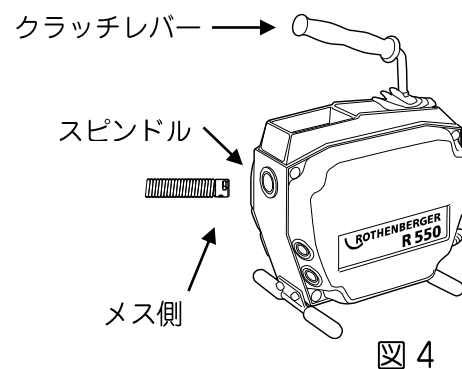

図4
- ①装着前にクラッチレバーのロックを解除してください。
- ②ワイヤ装着前にワイヤを2本接続してください。
- ③ワイヤのカップリング(メス側)を本体前側よりスピンドルに差し込みます。(図4)
- ④ワイヤを本体後側のガイドホースの中に入れてください。